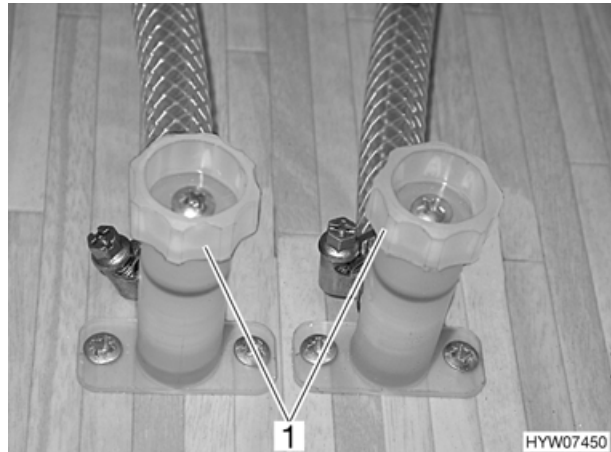

Fig. 79 Rubinetti di scarico scaldacqua
- Chiudere i rubinetti di scarico per i cappellotti delle valvole (Fig. 79,1) girandoli in senso orario. Ubicazione vedi capitolo 10, "Posizione dei rubinetti di scarico".